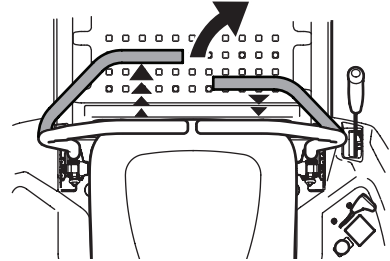

Figura 25
2. Para girar a la derecha, mueva la palanca de control de la transmisión derecha hacia atrás respecto de la palanca izquierda. Consulte la Figura 25.